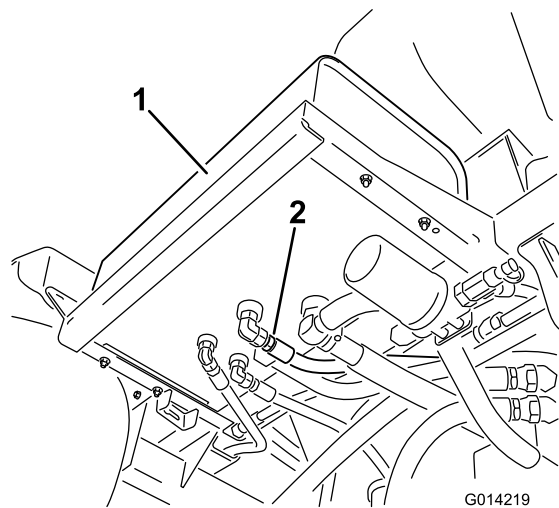

Figure 111
- Nettoyez la surface autour d'un raccord de flexible hydraulique au bas du réservoir d'huile hydraulique (Figure 111).
- Débranchez le raccord de flexible du réservoir et vidangez l'huile dans le bac de vidange (Figure 111).